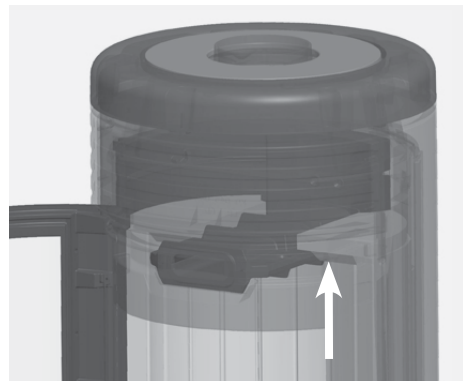

Abb. 4.27 Umlenksteine anheben
- Heben Sie die Umlenksteine ein Stück an (siehe Abb. 4.27),